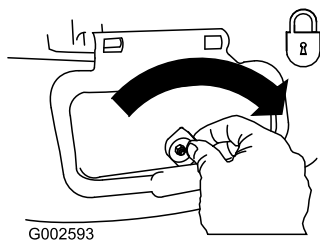

**Figura 36**
3. Montate il condotto di scarico laterale e chiudete lo sportello sul condotto (Figura 36).